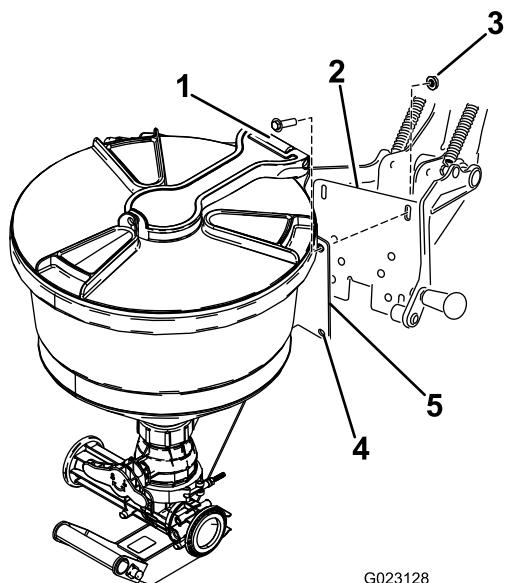

**Рисунок 10**
- Присоедините рукоятку к эдуктору с помощью двух фланцевых болтов и двух фланцевых гаек (Рисунок 10).
3. Совместите отверстия в монтажной пластине эдуктора в сборе с пазовыми отверстиями в опорной пластине люльки в сборе (Рисунок 10).